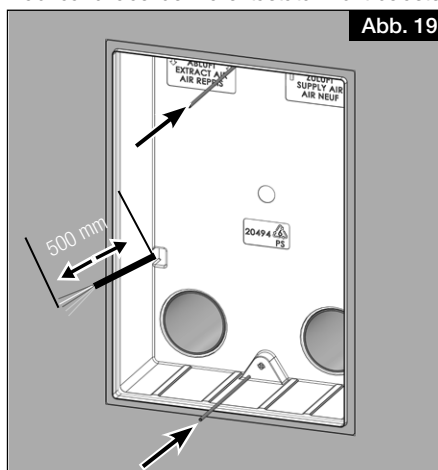

Abb. 19
Die Anschlussleitung muss 500 mm zur Wandinnenseite überstehen (s. Abb. 19)! Die genaue Kabellänge muss bei der Montage des Gerätes angepasst werden.
2. Zwei Gewindestangen in das Wandeinbauelement einschrauben (siehe Abb. 19).